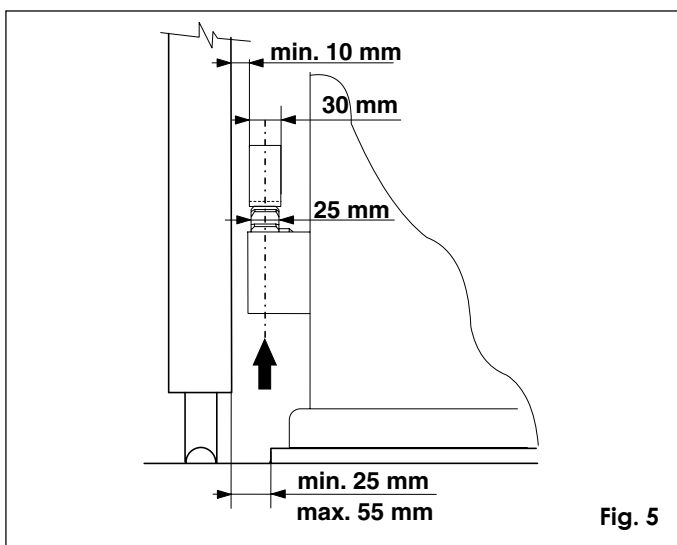
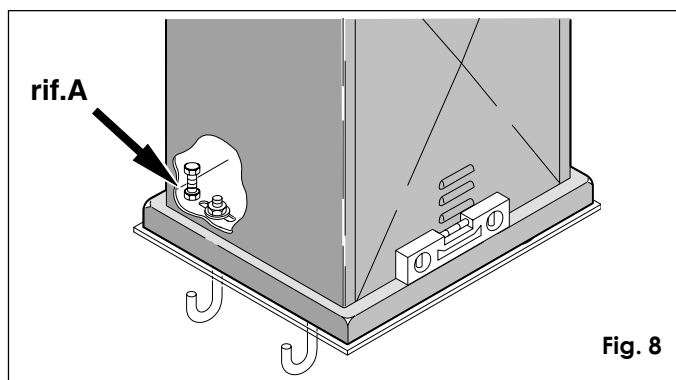
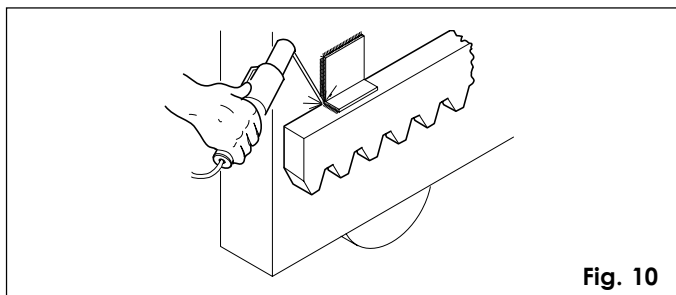

Fig. 5
Fig. 8
Fig. 10
Per le quote di posizionamento fare riferimento a fig. 5.
- 2) Registrare l'altezza dei piedini come da fig. 8 rif. A, tenendo sollevato il motoriduttore dalla piastra di 1 cm e la distanza dal cancello come da fig. 5.
- 3) Con l'ausilio di una livella verificare la perfetta orizzontalità dell'operatore come fig. 8.
Importante: Per il fissaggio della cremagliera all'anta è necessario costruire appositi supporti in relazione alla tipologia del cancello da automatizzare. In fig. 10 viene mostrato un esempio di supporto a "L". Per il posizionamento dei supporti fare riferimento alle fig. 5 e 9.
Terminata l'installazione della cremagliera per garantire un corretto ingranamento con il pignone, è opportuno abbassare di circa 4 mm la posizione del motoriduttore, fig. 12 registrando le viti di livello (fig. 8 rif. A).